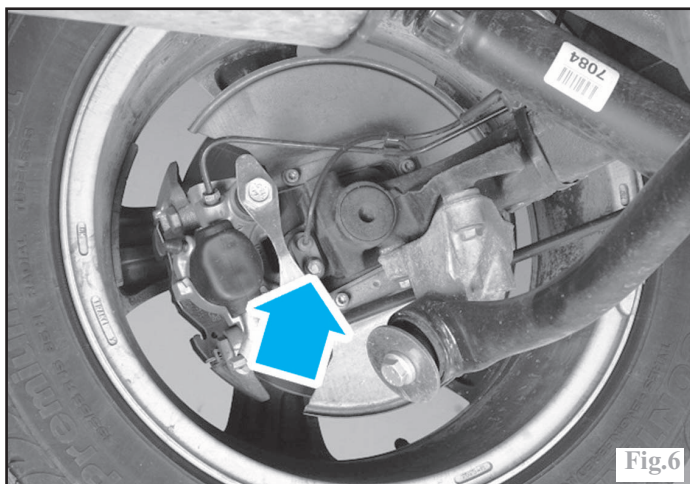

Fig.6
-avec freins à disques, ils sont fixés sur le bras de suspension et montés radialement par rapport à la couronne d'impulsion (Fig.6).